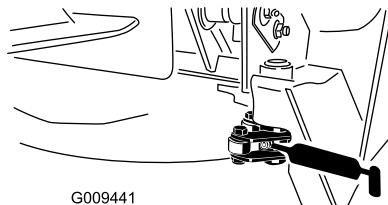

Figura 40
- Duas articulações do trinco (Figura 40)